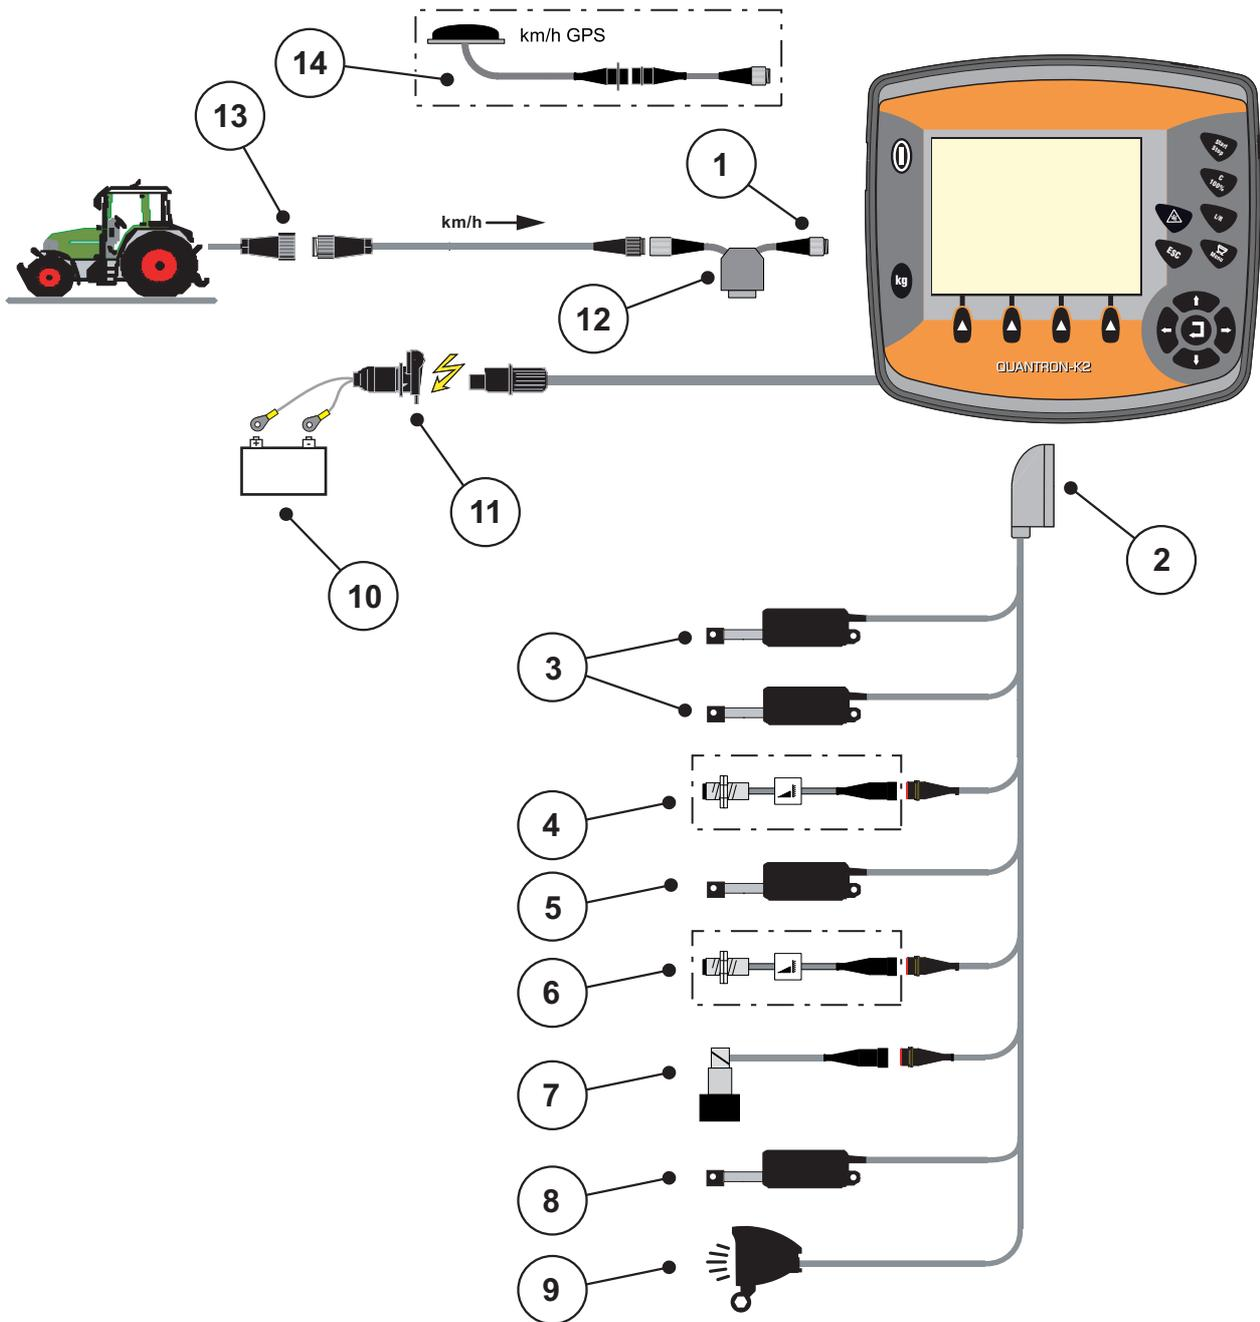
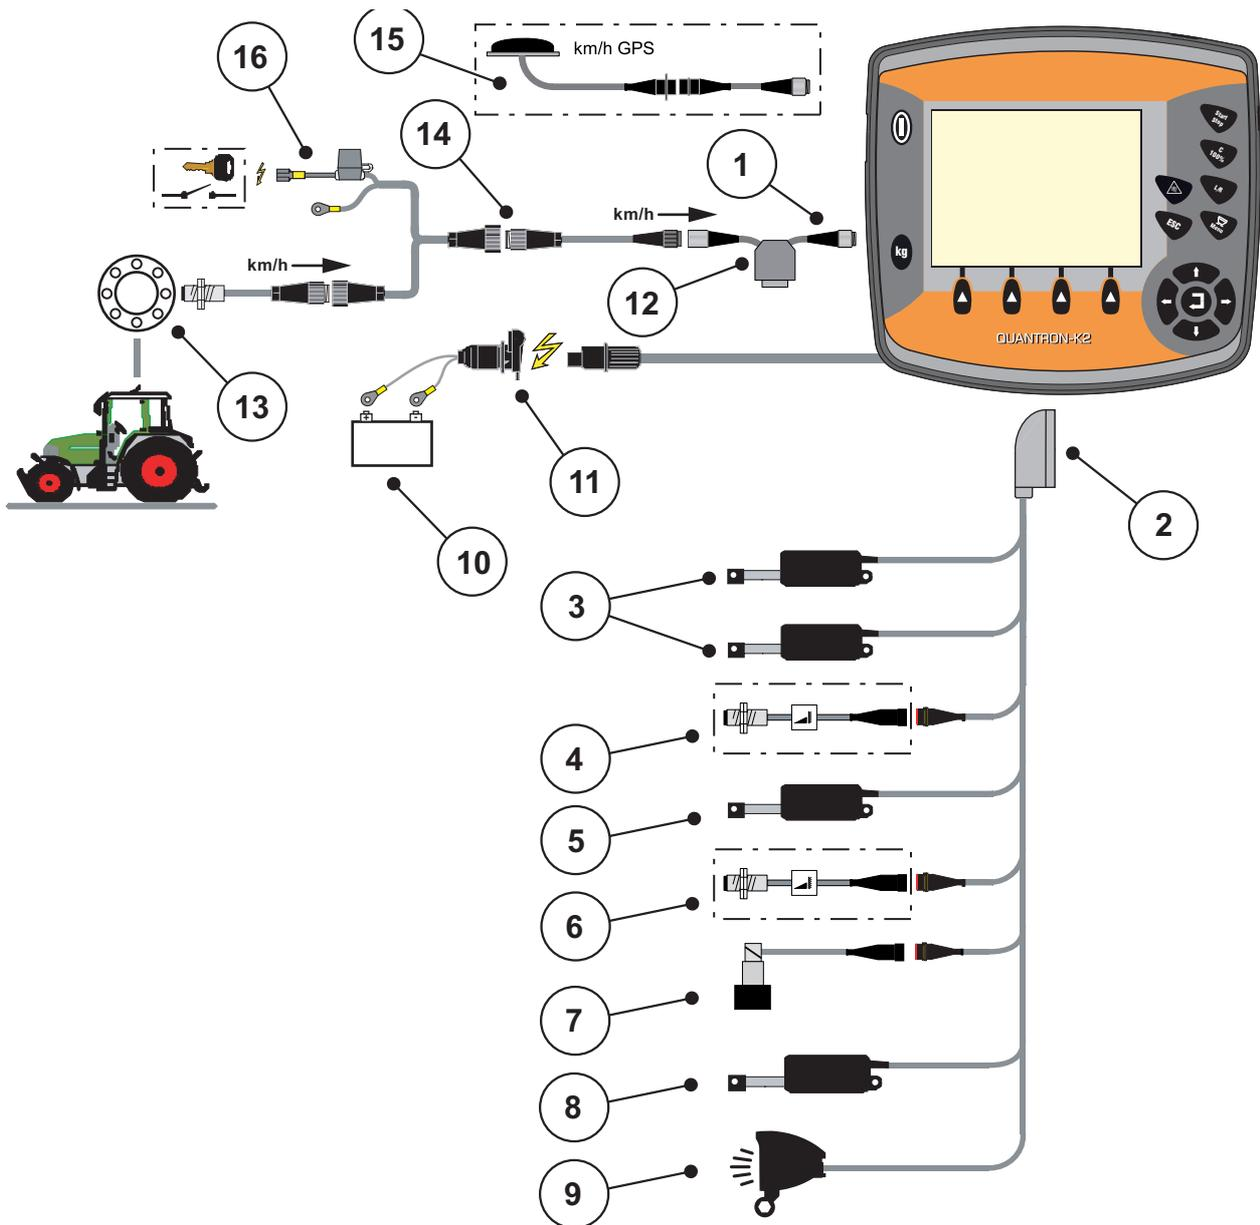

Bild 3.3: Schematische Anschlussübersicht QUANTRON-K2 (Standard)
Bild 3.5: Schematische Anschlussübersicht QUANTRON-K2 (Stromversorgung über Zündschloss)
- Die Bedieneinheit an der 7-poligen Steckdose oder am Fahrgeschwindigkeitssensor anschließen (je nach Ausstattung, siehe Bild 3.3 bis Bild 3.5).